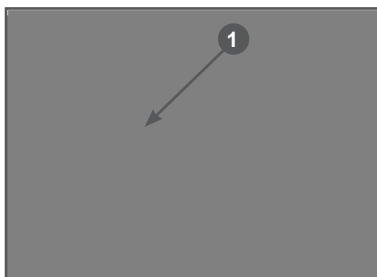

Рис. 11 Выключатель зажигания
5. Выключатель зажигания (Рис. 11 п. 1) установите в положение «ON» (ВКЛЮЧЕНО).